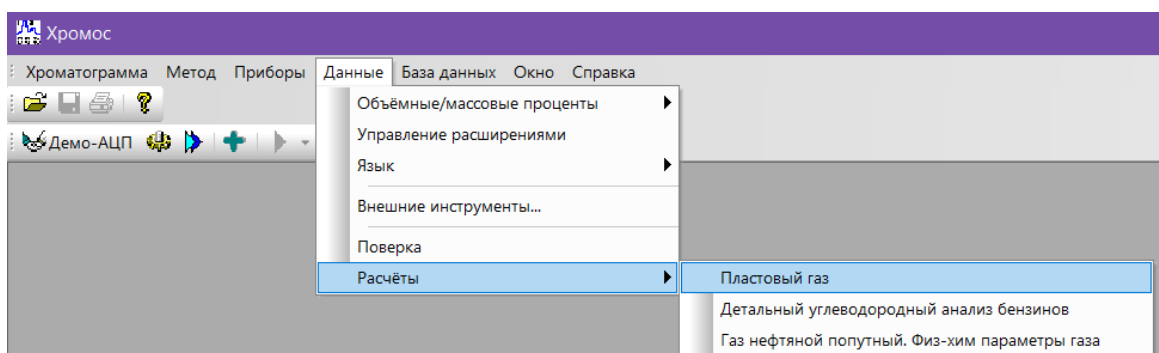

Рис. 2. Запуск дополнения в ПО «Хромос»
3. В меню *Данные* выберите **Расчёты** > **Пластовый газ** (Рис. 2). Откроется окно программы (Рис. 6).